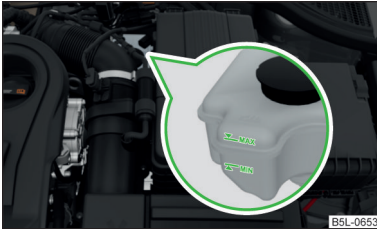

Fig. 162
- Dacă nivelul lichidului a scăzut sub marcajul MIN » fig. 162 la pagina 213,  nu continuați deplasarea – pericol de accident! Solicitați asistența de specialitate a unei unități de service.
Recipientul lichidului de frână se găsește în compartimentul motor » fig. 162.
- Verificați nivelul lichidului de frână pe recipientul acestuia » fig. 162.